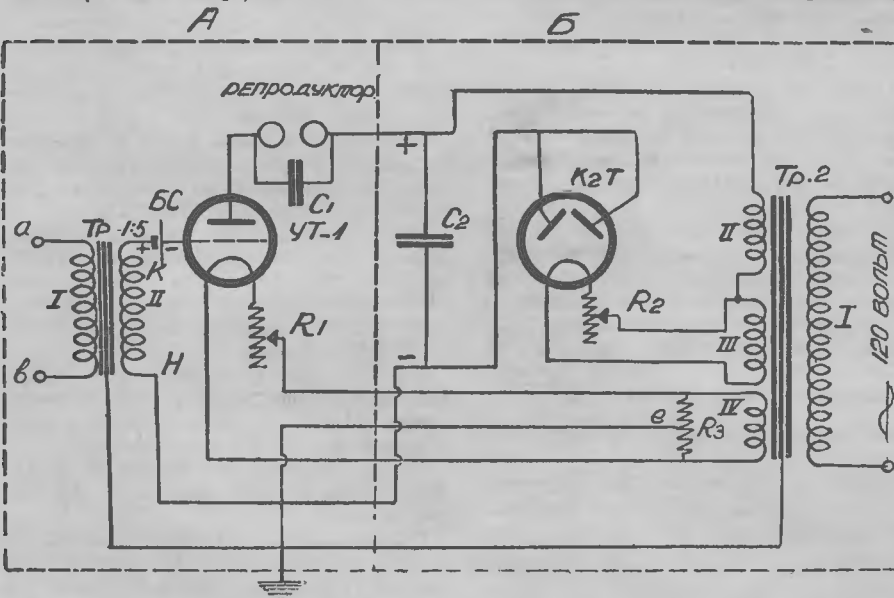
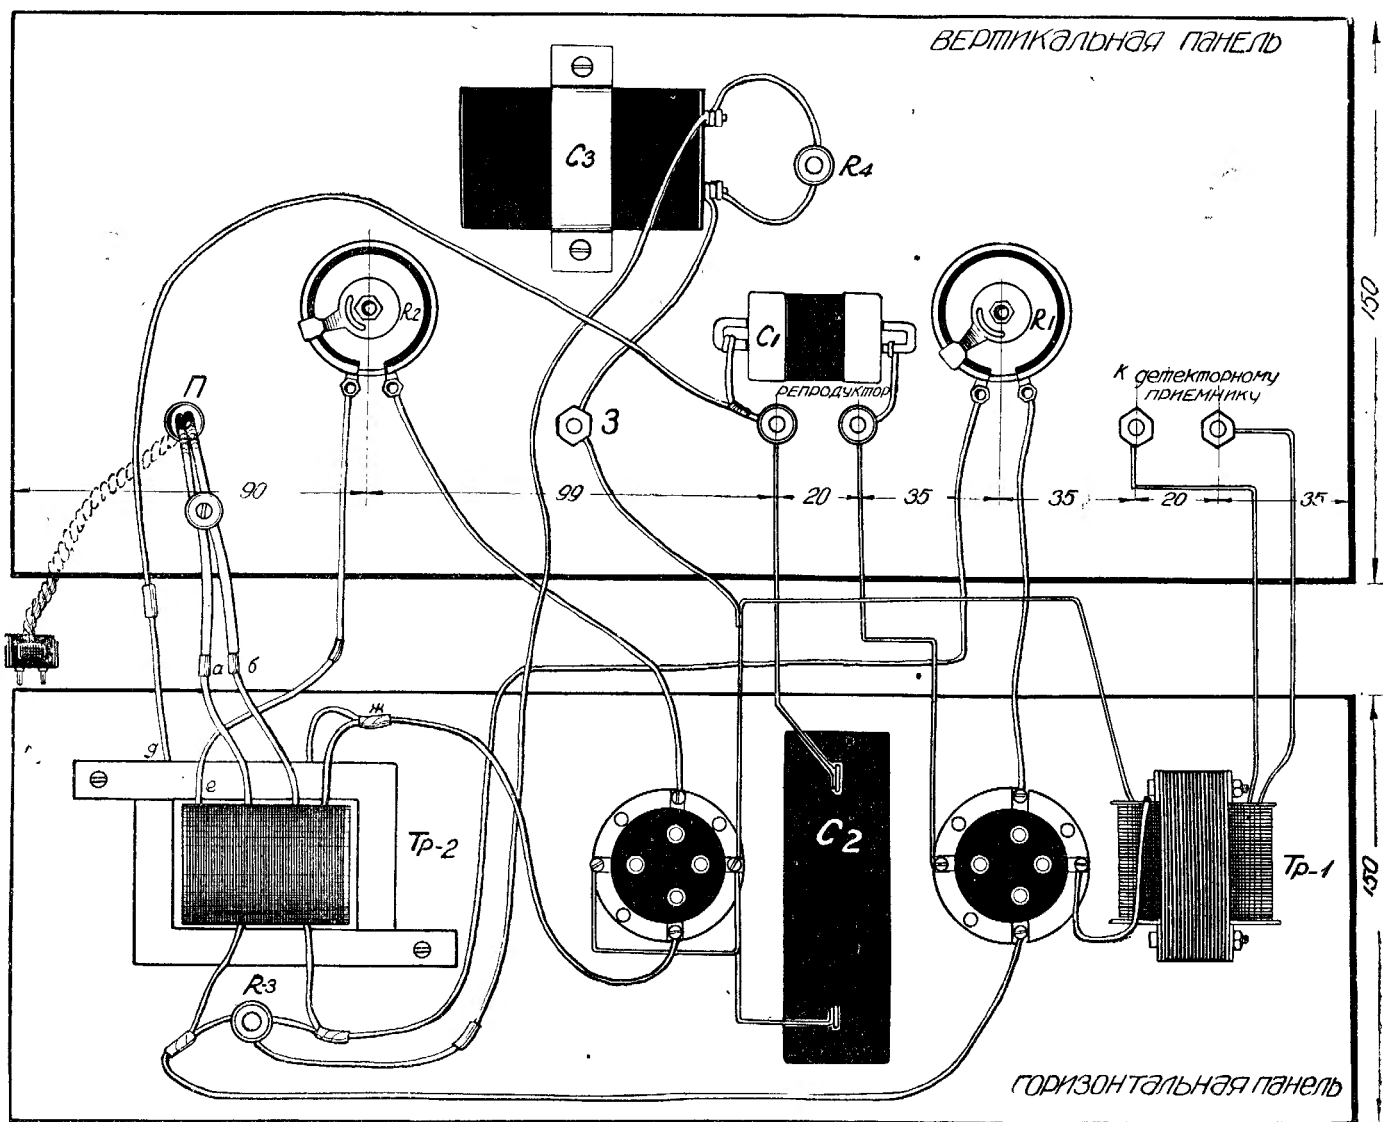
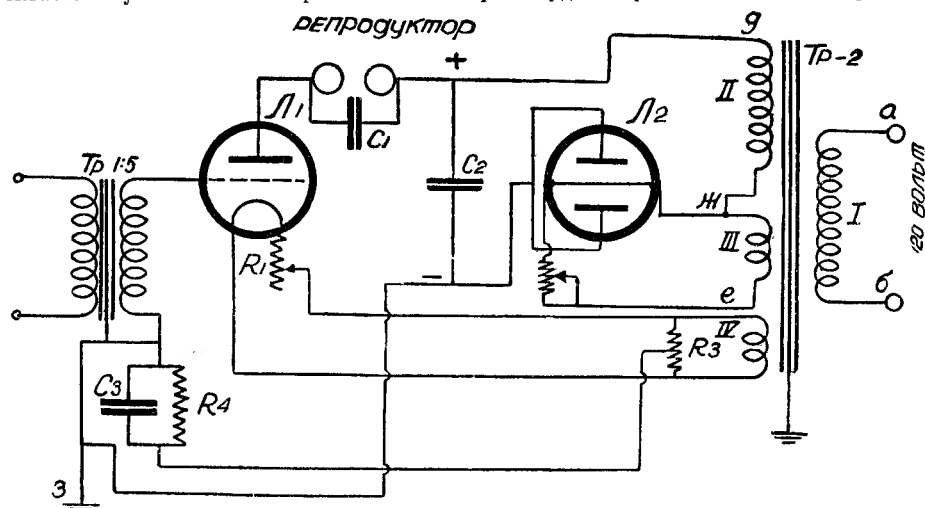

Рис. 1
Рис. 5.
Рис. 6
Принципиальная схема усилителя с полным питанием от переменного тока изображена на рис. 1. Здесь Tr_1 — трансформатор низкой частоты с большим коэффициентом трансформации (1:5, 1:6 или даже 1:10). Первичная обмотка (I) выведена к двум клеммам «а» и «в», которые включаются в гнезда телефона детекторного приемника. Сердечник этого трансформатора заземлен путем присоединения проводничка от клеммы «земля» под гайку крепящего винта трансформатора или к обойме сердечника. Нужно иметь в виду, что в некоторых трансформаторах крепящие винты изолированы от сердечника преспиановыми втулками, и заземляющий проводник должен быть присоединен так, чтобы заземлять сердечник, а не винт.
Усилитель с выпрямителем располагается на угловой панели из фанеры. Размер передней панели 150×334 мм, основания 110×334 мм, толщина фанеры—2—3 мм. На рис. 5 показано расположение отдельных деталей.
На рис. 6 представлена видоизмененная (рис. 1) схема усилителя с выпрямителем. В общем она почти не отличается от первой, только вместо сдвигающей батарейки здесь имеется конденсатор емкостью в
0,5 мф. с параллельно включенным сопротивлением в 1 800 ом, которое задает некоторое отрицательное напряжение на сетку усилительной лампы. Обозначены они через C_3 и R_4 . На рис. 5 представлена монтажная схема усилителя, собранного по схеме рис. 6.
Ввиду незначительного различия схем рис. 1 и рис. 6, опишем монтаж последней. Монтаж производится гупперовским проводником. Для этого нужно снять верхнюю оплетку с гупперовского шнура. Те концы, которые зажимаются под клеммы, для удобства делаются в виде кольца, соединения проводников между собой лучше делать пайкой. Все пропаянные места изолируются аккуратно лентой, обнаженных мест в соединениях нужно по возможности не оставлять.
На монтажной схеме (рис. 5) для упрощения рисунка трансформатор показан без распределительных панелей.
Для усилителя и выпрямителя по схеме рис. 6 требуются те же детали, которые